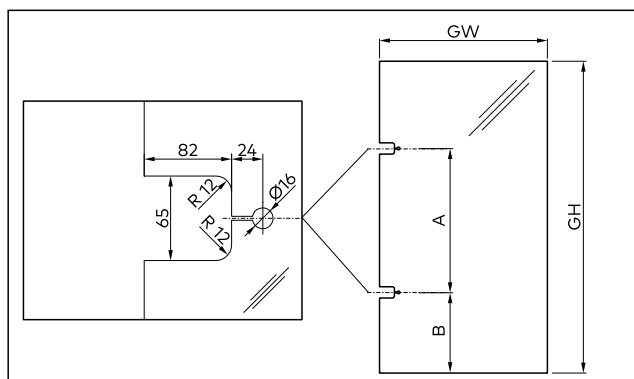

Рис. 10 Размер обработки стекла
2. Проверьте размеры обработки стекла (Рис. 10).
1. Отметьте выемки для монтажных пластин в раме по вертикали. Размеры А и В см. Рис. 10.